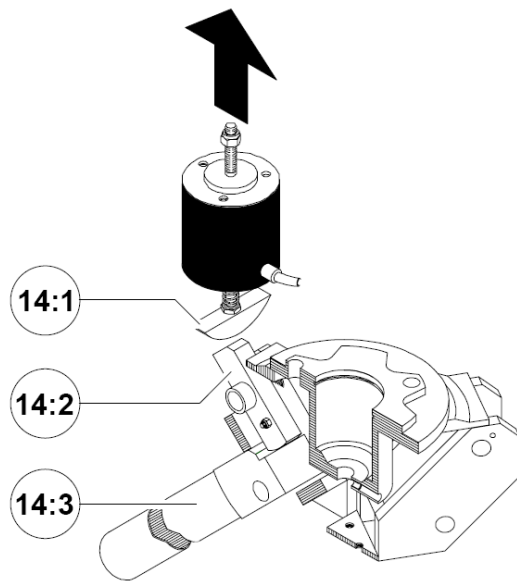

Рис. 14
- По окончании сборки удостоверьтесь, что при подаче напряжения на электромагнит кулачок (14:1) слегка касается затвора (14:2) преграждающей планки (14:3), как показано на рис. 14.
- При подаче напряжения на электромагнит "антипаника" (то есть в нормальном режиме работы) кулачок (14:1) должен слегка подпираться затвором (14:2), как показано на рис. 14. Затвор (14:2) блокирует движение преграждающей планки (14:3) и удерживает ее в нормальном (горизонтальном) положении.